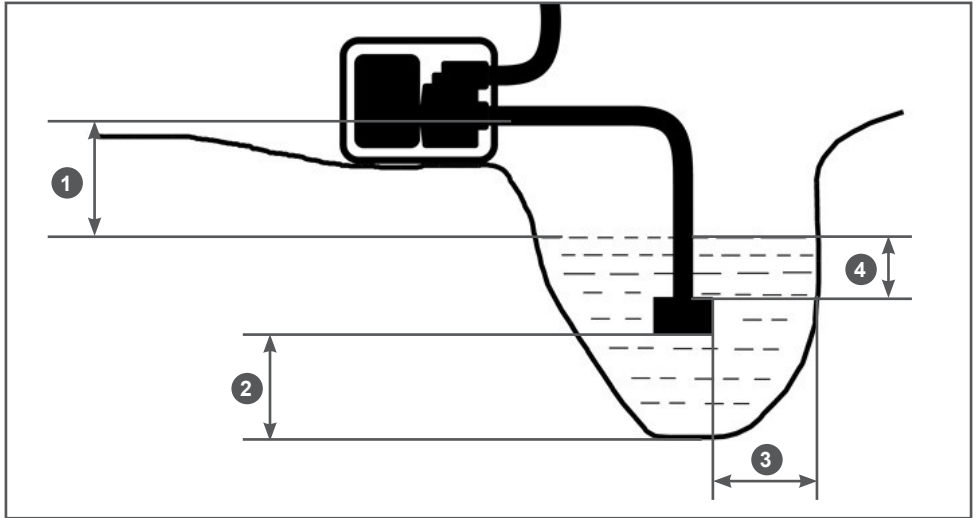

Рис. 12 Расположение мотопомпы и всасывающего фильтра
- Установите мотопомпу вблизи водоема (емкости) на твердую ровную горизонтальную поверхность, опустите всасывающий рукав с установленным фильтром в водоем (емкость), обеспечив вертикальное положение фильтра. При расположении всасывающего рукава с установленным фильтром соблюдайте все требования, указанные на Рис. 12.
- Необходимо установить мотопомпу как можно ближе к источнику воды. Чем меньше высота расположения мотопомпы по отношению к уровню забора воды (Рис. 12 п. 1), тем быстрее происходит всасывание воды и выше производительность насоса.